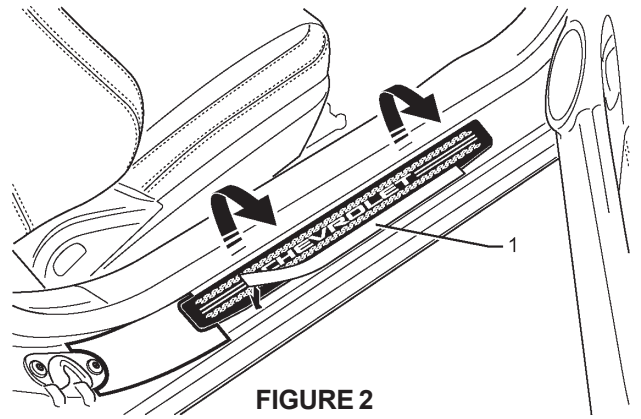

FIGURE 2
5. Poser un adhésif (1) le long de la décalcomanie de bas de porte pour la mettre en place, tourner l'enjoliveur d'entrée de porte et déposer la pellicule protectrice. Se reporter à la Figure 2.